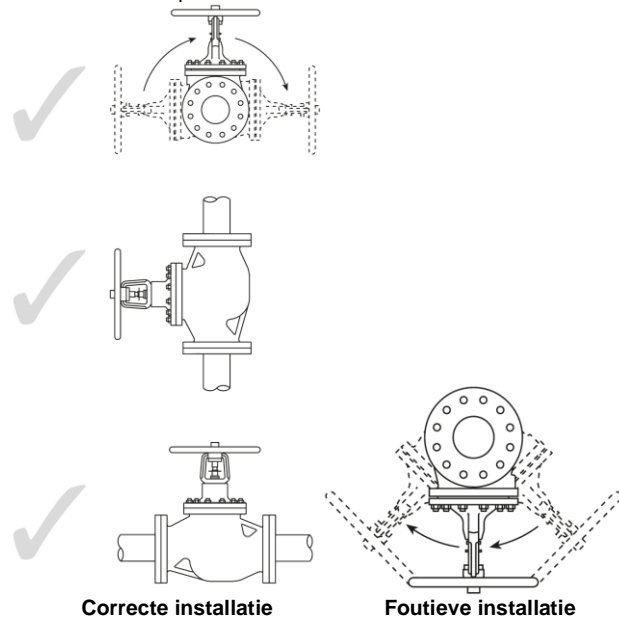

Fig. 3
3. Installeer de klepafsluiter volgens de stromingsrichting aangegeven op het lichaam. Bij voorkeur monteren met de spindel verticaal opwaarts. De klepafsluiter kan gemonteerd worden in een verticaal of horizontaal vlak (zie Fig. 3).
4. Bij stoominstallaties moet net voor de afsluiter een geschikte condenspot worden gemonteerd. Bij gesloten afsluiter wordt de leiding ontwaterd en voorkomt men schade door waterslagen. De condenspot moet van het type gesloten vlotter (FT) of van het thermodynamische type (TD) zijn. Een correcte condensatafvoer uit de stroomopwaartse leiding is vitaal.